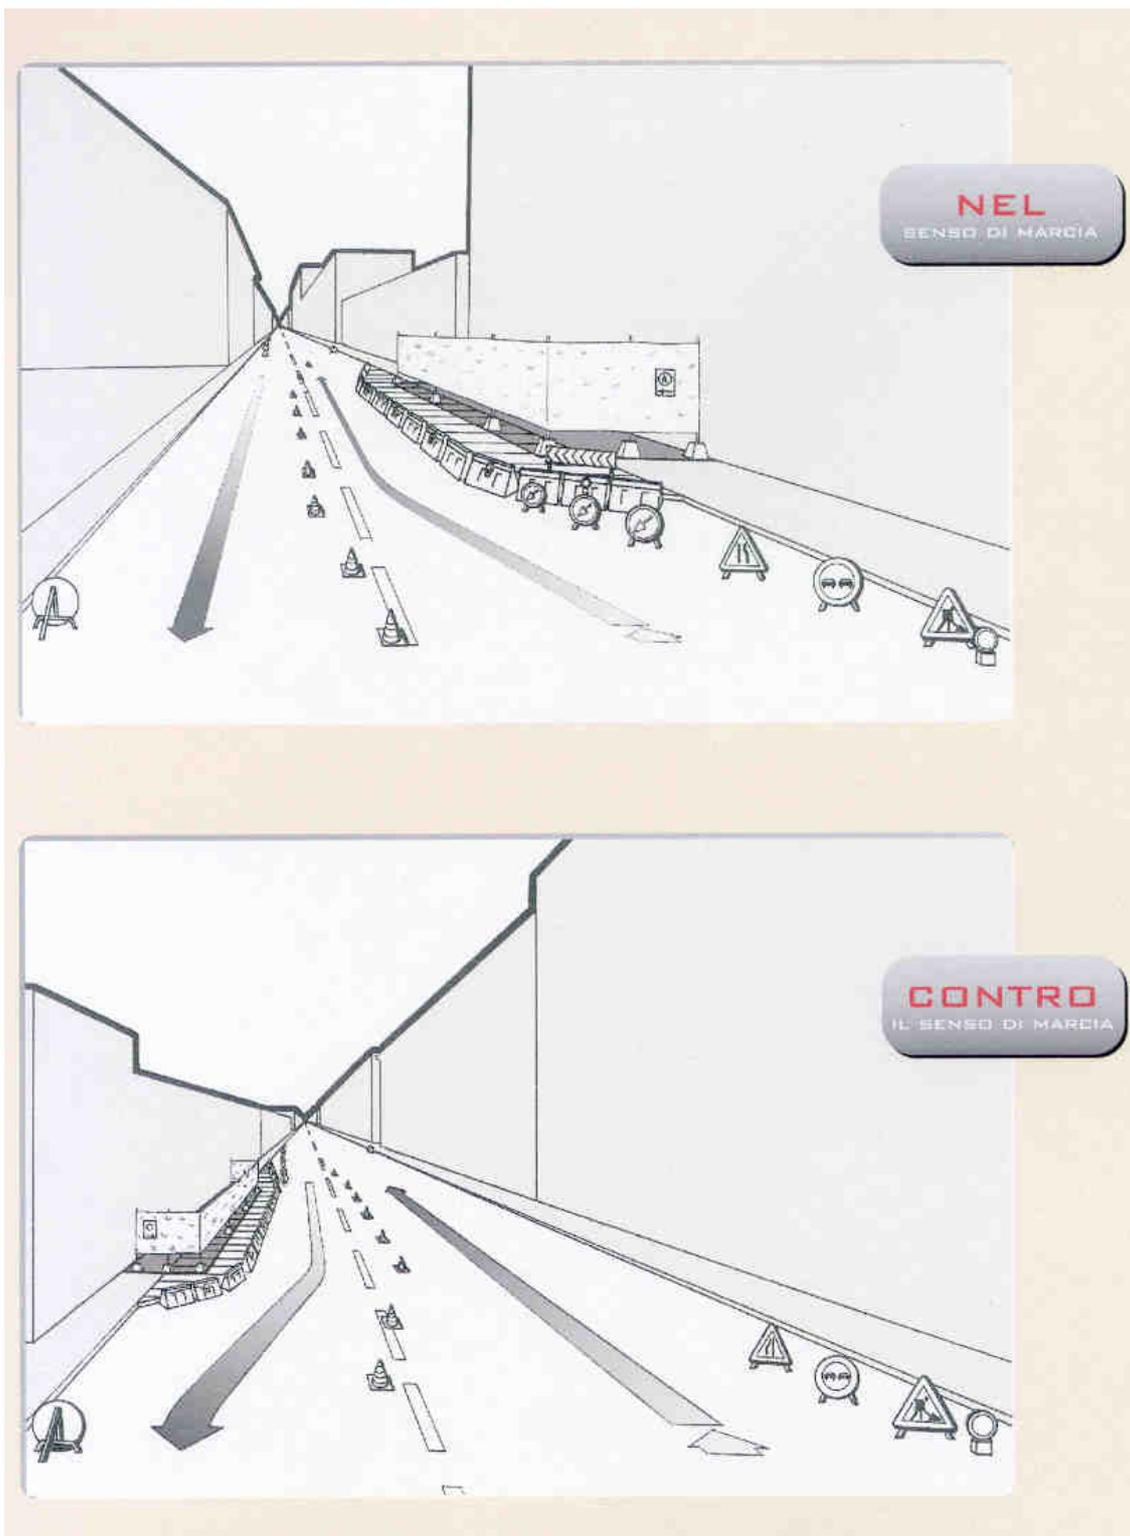

Figura 6a – Carreggiata libera maggiore di 5,60 m e larghezza corsia libera dai lavori maggiore di 2,75 m con passaggi protetti per pedoni. Figura descrittiva.
- Figura 6a    Carreggiata libera maggiore di 5,60 m e larghezza corsia libera dai lavori maggiore di 2,75 m con passaggi protetti per pedoni. Figura descrittiva.